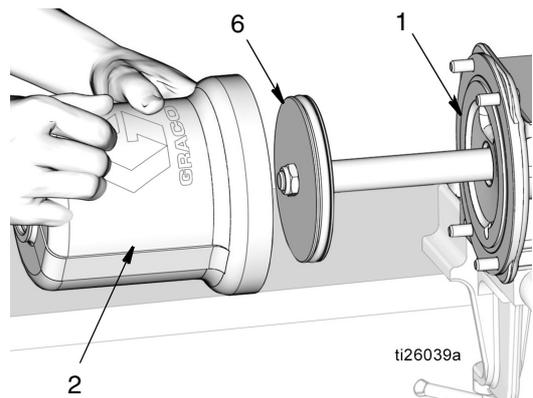

FIG. 54
- a. Limpie el interior del cilindro de aire (2) con un paño limpio y elimine cualquier resto de suciedad o contaminantes.
- b. Aplique una capa fina de grasa en las superficies internas del cilindro de aire (2). Deslice el cilindro de aire (2) por el pistón (6) y empújelo hasta que quede asentado firmemente en la base de la bomba (1). Consulte la FIG. 54.